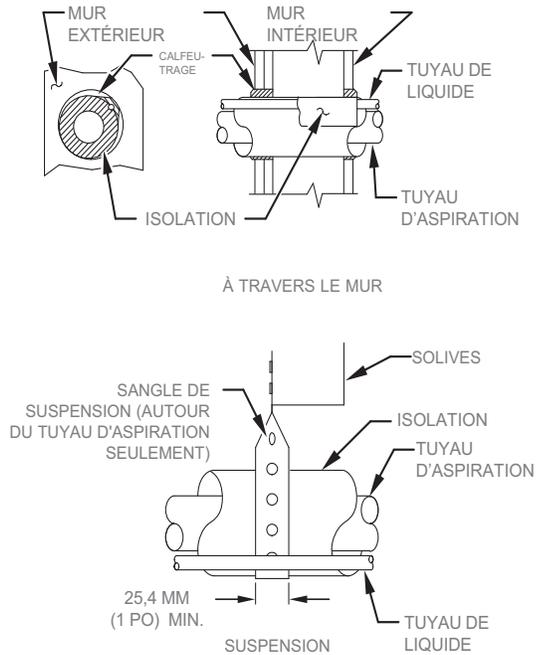

Fig. 1 – Installation de la tuyauterie
5. Lorsque vous acheminez les tuyaux de frigorigène à travers le mur, scellez l'ouverture au moyen d'une vulcanisation à température ambiante ou de tout composé de calfeutrage souple à base de silicone. (Consultez la Fig. 1.)
7. Ne suspendez pas les conduites de frigorigène aux solives aux poutres au moyen de fils rigides ou de sangles en contact direct avec les conduites (Consultez la Fig. 1.)
9. Utilisez au besoin des courroies de suspension larges de 25,4 mm (1 po) et épousant la forme de l'isolant des conduites. (Consultez la Fig. 1.)